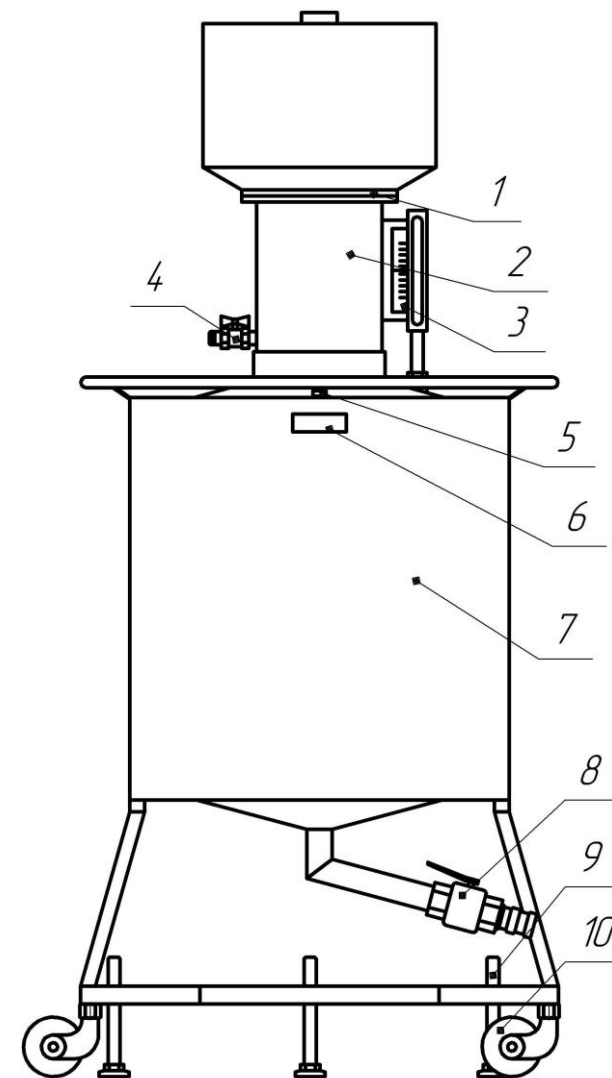
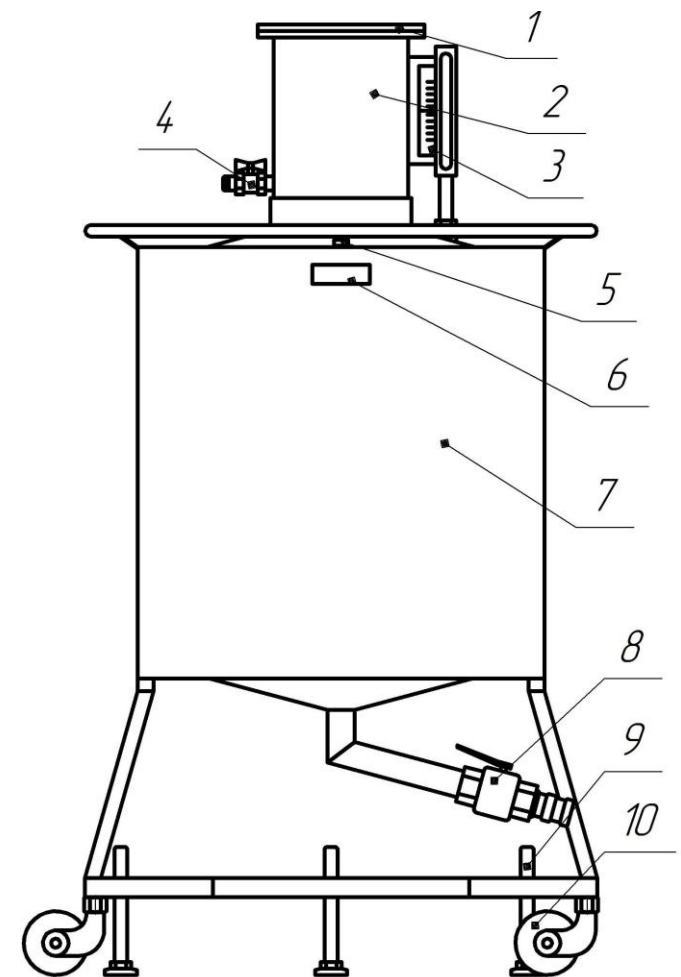

Рис.2 Мерник М2Р – 100-01П
Рис. 1 Мерники М2Р-100-01, М2Р-200-01
Мерник (рис.1) состоит из следующих частей: фланец, крышка (1), горловина (2), шкала (3), кран для установки номинального уровня (4), ампула уровня (5), шильдик (6), резервуар (7), кран со сливным патрубком(8), домкраты (9), колёса для подвижки мерника (10). Мерник с шифром «01П» комплектуется пеногасителем (1), который герметично крепится на горловине (Рис.2). Конструкция пеногасителя изготовлена в форме воронки, что позволяет избежать утечки рабочей жидкости при переливе. Наличие пеногасителя позволяет эффективно использовать мерники для поверки ТРК с расходом до 60 дм³/мин.